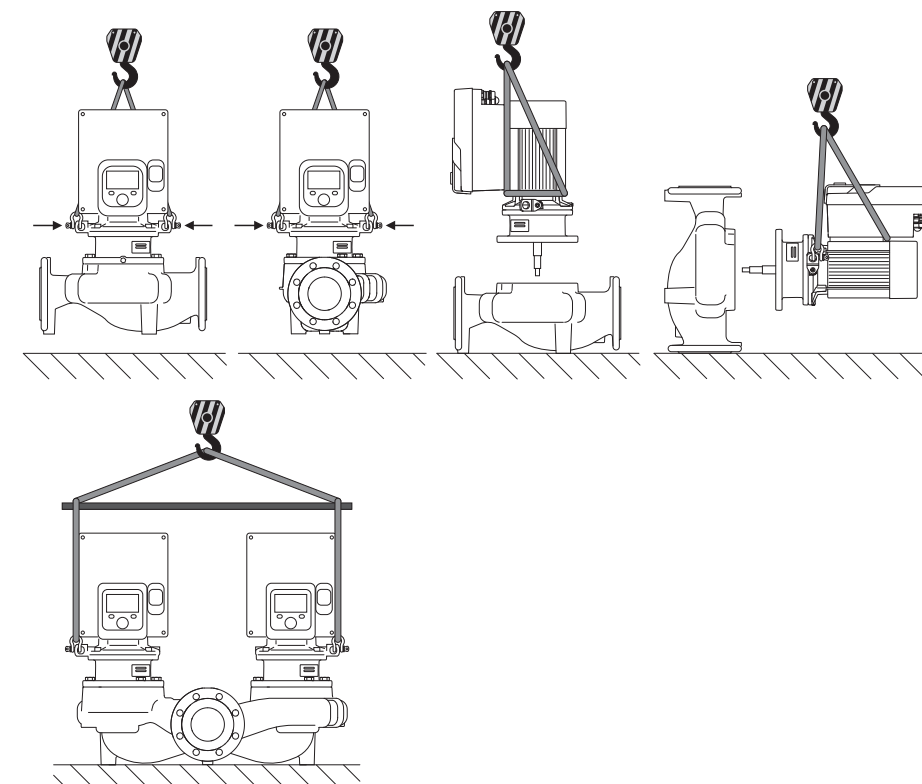

Fig. 6: Zdvíhacie zariadenie
Čerpadlo prepravujte pomocou dovolených zariadení na presúvanie bremien (kladkostroj, žeriav atď.). Prostriedky na manipuláciu s bremenom sa musia upevniť na prepravné oká umiestnené na prírubе motora. Ak je to potrebné, posuňte zdvíhacie slučky pod adaptérovú dosku (Fig. 6).
2. Nástrčný blok (Fig. 4) na istenie upevnite pomocou vhodných zdvíhacích prostriedkov na prepravných okách. Aby sa jednotka nesklopila, použite okolo motora a adaptéra elektronického modulu slučku pásu podľa Fig. 6. Pri upevňovaní zabráňte poškodeniu elektronického modulu.